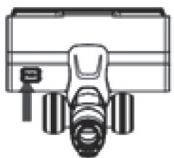

Figura 20
2. Gire el cepillo y gire el botón de bloqueo de la cubierta fija con una moneda para abrir el bloqueo. (Figura 20)